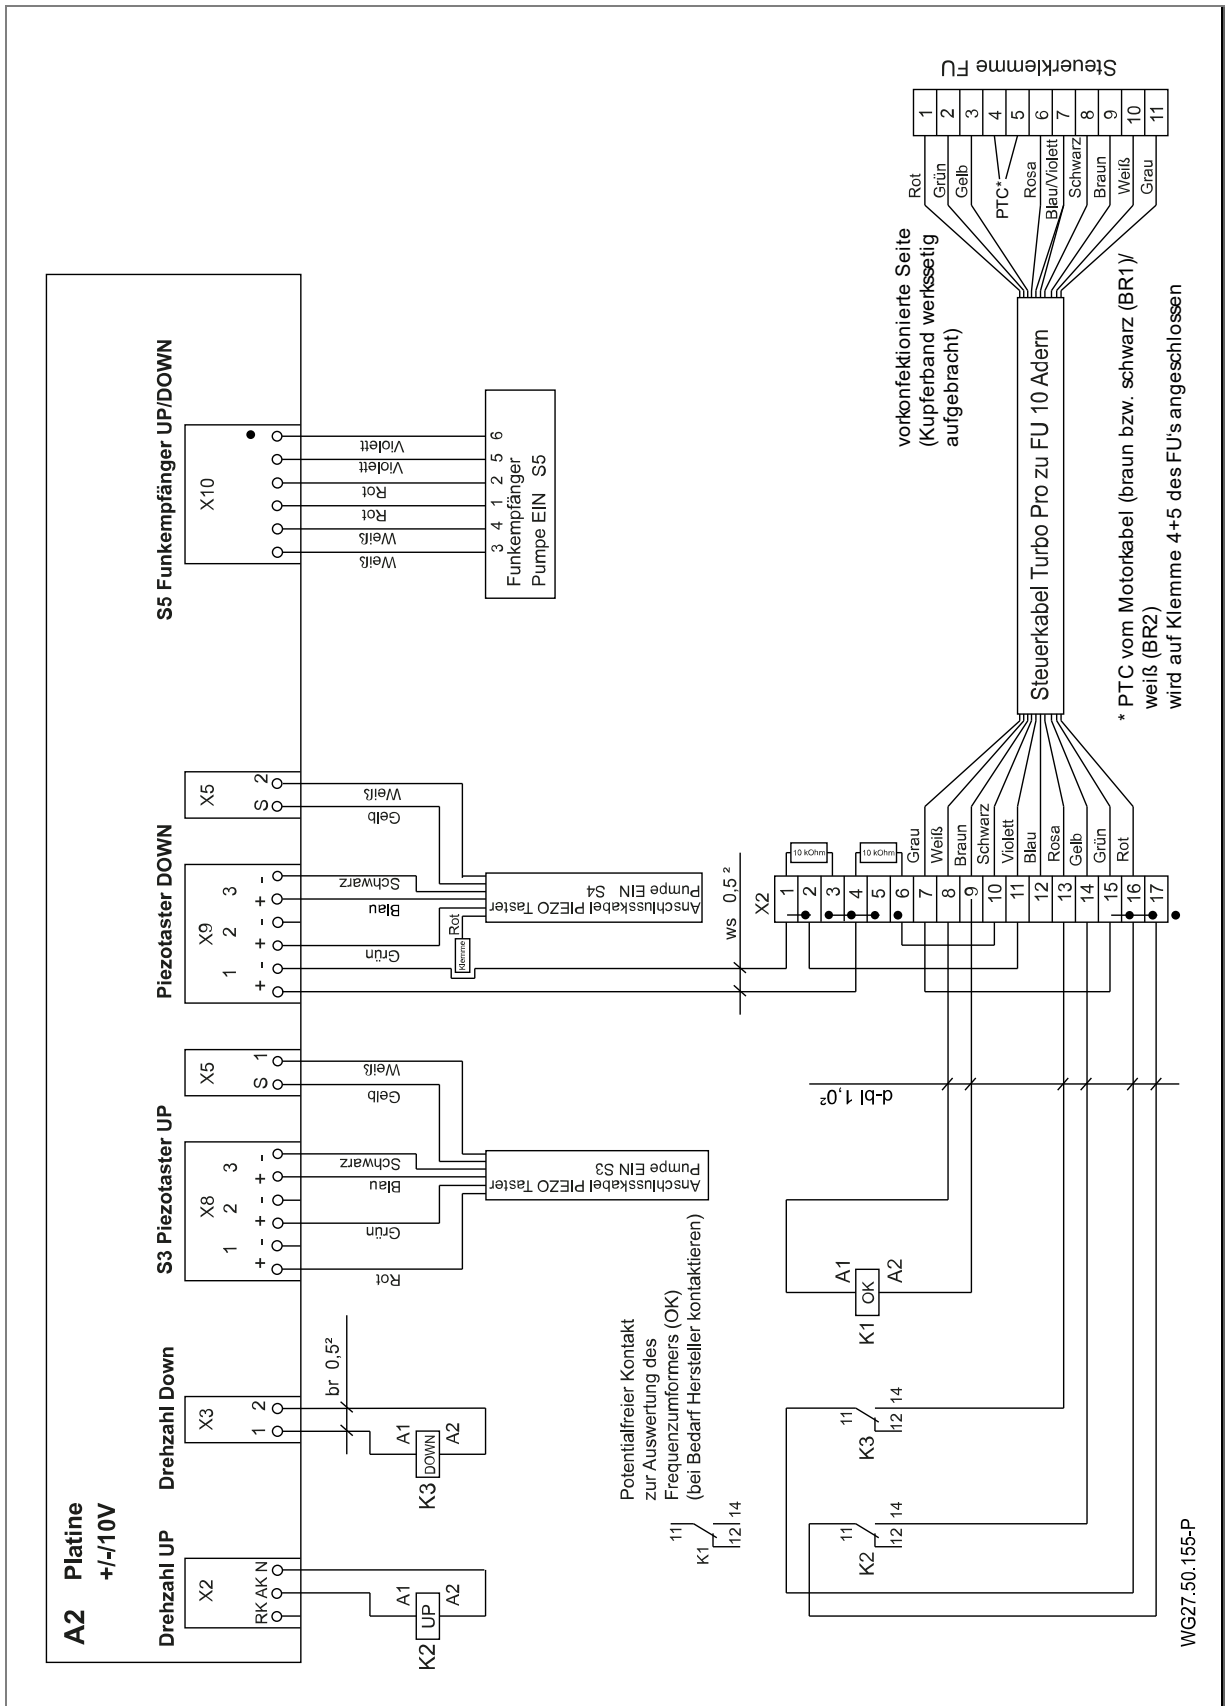

Abb. 20
14. Die Adern für den PTC (braun bzw. schwarz (BR1)/weiß (BR2)) sind nach Schaltplan zu verdrahten. Siehe "Abb. 20" auf Seite 25